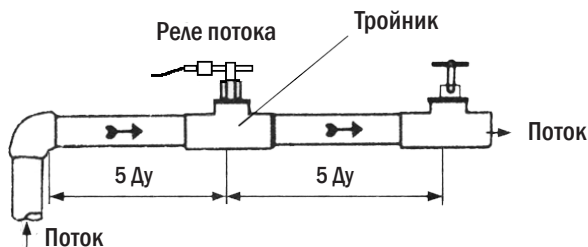

Рисунок 2 – Схема монтажа
1. Устройство следует устанавливать на горизонтальном участке трубопровода, длина которого в пять или более раз превышает диаметр трубы. При монтаже направление потока должно совпадать с направлением стрелки на корпусе устройства (рис. 2).